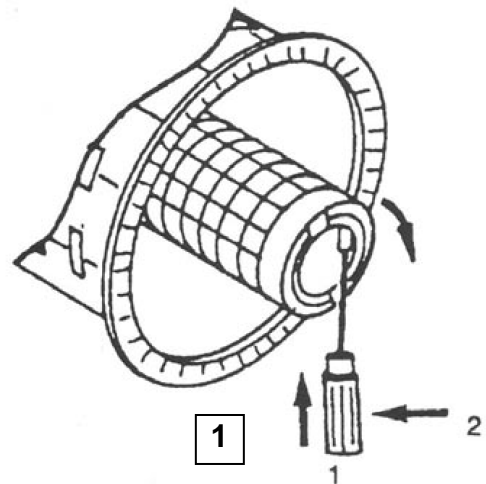

Bild 11 Siegel öffnen (Ausführung B)
- Siegel (Schwimmhaut) des Sekundärelements mit einem geeigneten Werkzeug (z. B. Schraubendreher) von innen nach außen durchstoßen und die beiden Laschen hochziehen (siehe Bild 11). **Siegel (Schwimmhaut) nur öffnen, um das Sekundärelement auszuwechseln.**